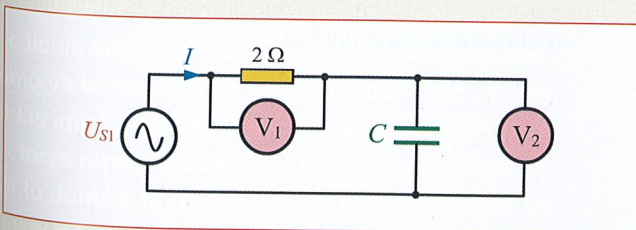

Figura 13.42.
13.2. El circuito de la Figura 13.42 se encuentra en régimen estacionario sinusoidal. Los voltímetros (ideales) indican los siguientes valores (eficaces): $V_1 = 3$ V, $V_2 = 4$ V. Sabiendo que la tensión de la fuente tiene una frecuencia de 50 Hz, calcula: